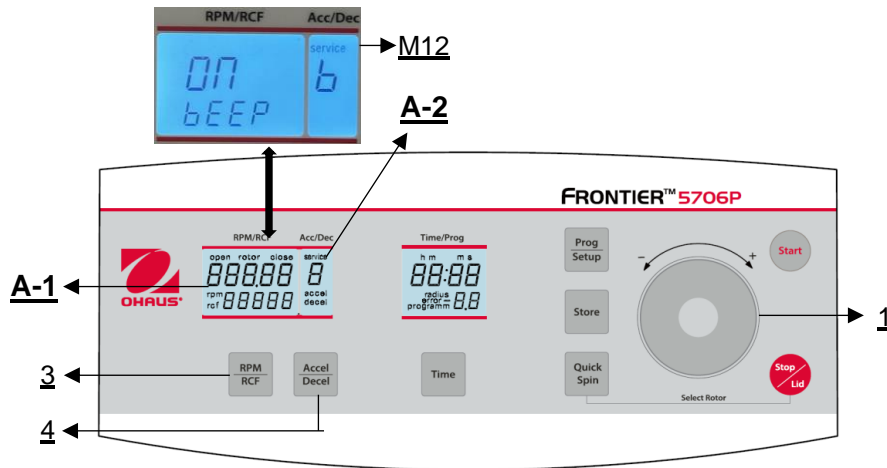

Figure 31
Procéder comme décrit au point 4.1.1 pour entrer dans ce mode de programmation et appuyer ensuite sur la touche "**Accel/Decel**" (4). Sur l'écran "**Acc/Déc**" (A-2), le mot "**Service**" (M12) clignote. Sélectionnez maintenant la lettre "**b**" à l'aide de la molette (1). Le mot "**ON/BEEP**" apparaît alors sur l'écran "**RPM | RCF**" (A-1). Après avoir appuyé sur la touche "**RPM | RCF**" (3), vous pouvez activer ou désactiver le son du clavier à l'aide de la molette (1) (voir figure 31).